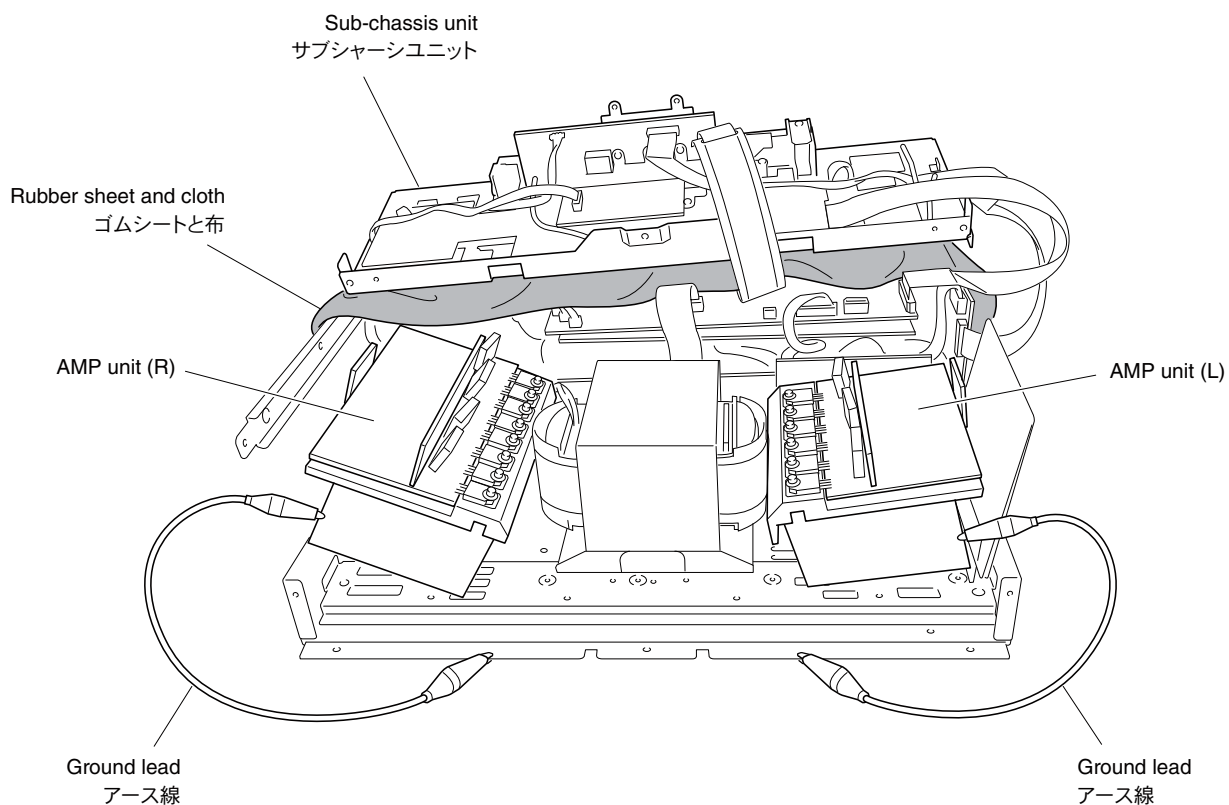

Fig. 6
- Put the rubber sheet and the cloth over this unit. Follow the procedure below to place the amp unit. (Fig. 6)
- Connect the ground points of the heatsink and sub-chassis unit to the chassis with a ground lead or the like. (Fig. 6)
- 本機の上にゴムシートと布を敷き、下図のようにアンプユニットを置きます。(Fig. 6)
- ヒートシンクとサブシャーシユニットのアースをリード線等でシャーシに接続してください。(Fig. 6)